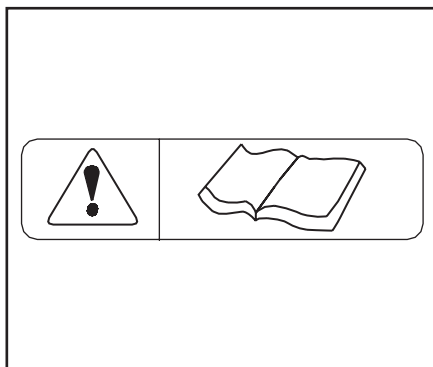

Fig. 2.25
28.1 Pericolo generico (Fig.2.25)